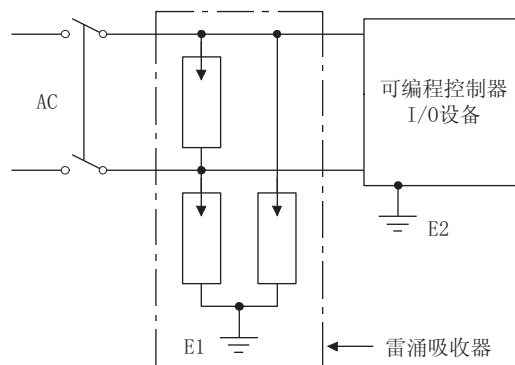

图 10.22 雷涌吸收器的连接
- 有时会发生雷涌导致的检测出瞬时掉电、CPU 模块被复位的现象。作为防雷涌措施，应按图 10.22 所示连接雷涌吸收器。通过使用雷涌吸收器可以减少雷电的影响。